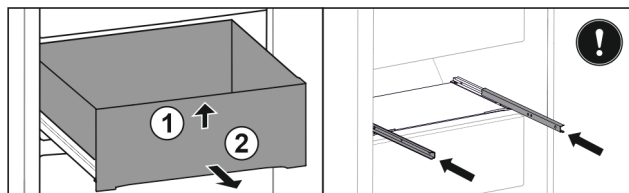

Fig. 51
- ▶ Lyft upp utdragslåda framtill. Fig. 51 (1)
- ▶ Ta ut utdragslåda genom att dra den framåt. Fig. 51 (2)